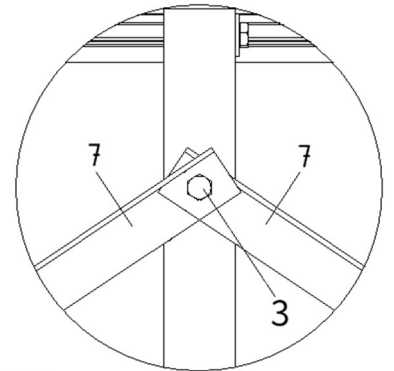
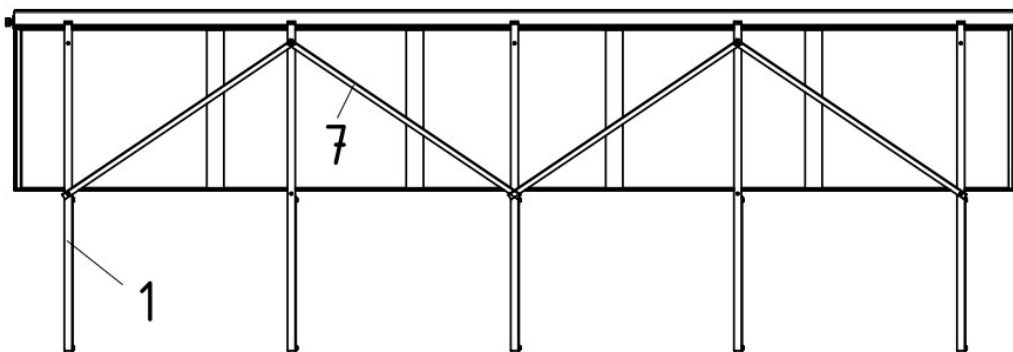

Abb. 4: Beispiel bei 5 Aufstellgarnituren
Abb. 5
- Bestimmen Sie die Position der einzelnen Aufstellgarnituren (1) am Dach unter Berücksichtigung der obigen Tabelle und befestigen Sie die Dreiecke mittels adäquater Gestellbefestigung (als Zubehör erhältlich), oder mit Hilfe sonstigem geeigneten Schraubenmaterial am Untergrund.
- Anschließend montieren Sie die Verschwertungen (7) mittels SK-Schrauben (3) und Sperrzahn-Muttern (5) in der entsprechenden Bohrung am Stützteil (1) (Abb. 5). Die hierfür benötigten Bohrungen an der Verschwertung müssen bauseits durchgeführt werden. Die erste Verschwertung wird von der unteren Bohrung des ersten Dreiecks zur oberen Bohrung des zweiten Dreiecks montiert. Die zweite Verschwertung wird von oben nach unten befestigt (Abb. 4) und (Abb. 5).